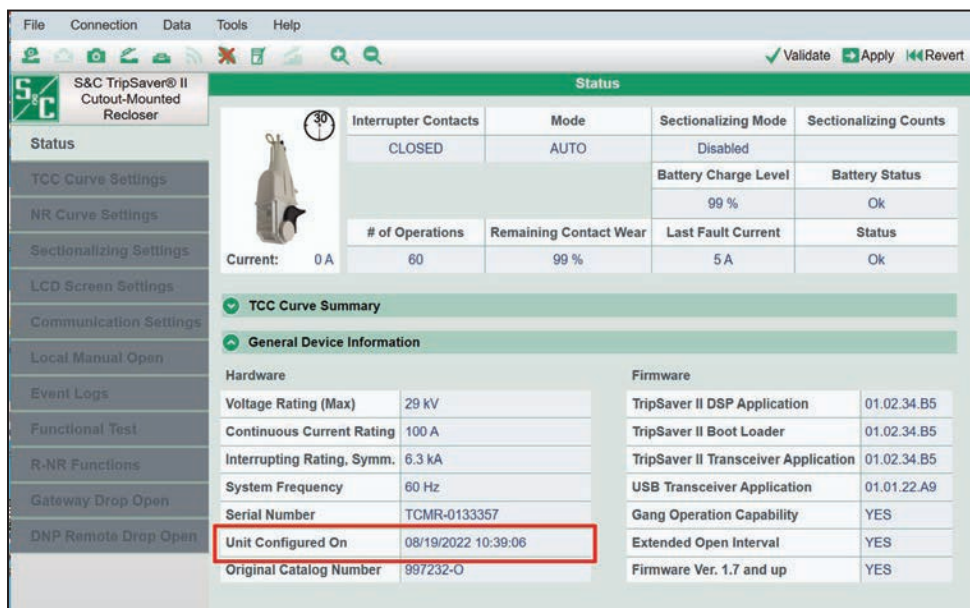

Figura 112. Campo Última Configuração da Unidade.
PASSO 5. Faça uma alteração na configuração do dispositivo. Qualquer mudança faz com que o dispositivo processe os dados de configuração no registro. Valide a alteração conforme as instruções da seção “Validação” na página 32 e em seguida clique no botão **Apply**. O campo **Unit Configured On** deve agora mostrar as informações corretas. Ver Figura 112.